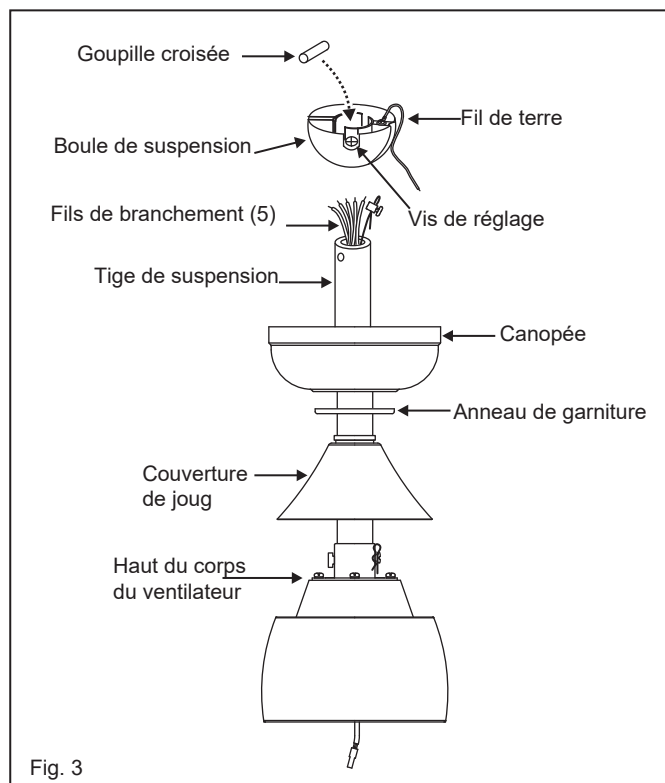

Fig. 3
- 6 Glissez le couvercle de l'étrier, l'anneau de garniture et l'auvent sur la tige de suspension. (Fig.3)
- 1 Retirez la plaque murale existante et l'ancien interrupteur de la boîte de prise murale. (Fig. 3)
Un flux d'air VERS LE BAS crée un effet de refroidissement comme le montre la figure 3. Cela vous permet de régler votre climatiseur sur un réglage plus chaud sans affecter votre confort.